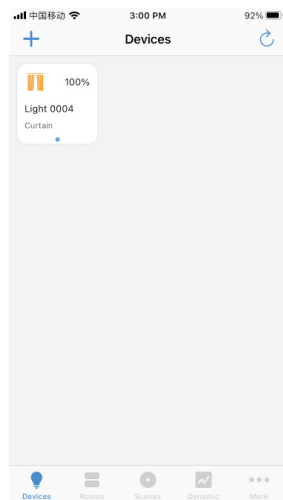
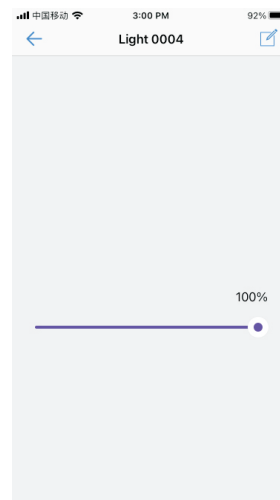

Figura 7
Figura 8
6. Uma vez adicionado o dispositivo, toque no ícone do controlador para aceder à interface de controlo de nível e, em seguida, pode controlá-lo em através da APP. (conforme ilustrado na Figura 7 e na Figura 8)